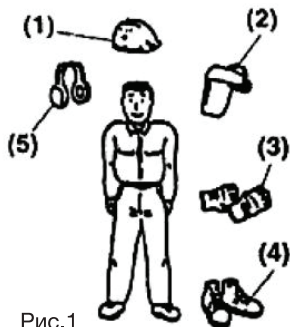

Рис. 1
2. Носите прочную рабочую одежду с длинными рукавами, прочные тонкие перчатки, прочную нескользящую рабочую обувь, защитную каску и щиток (см.рис.1).